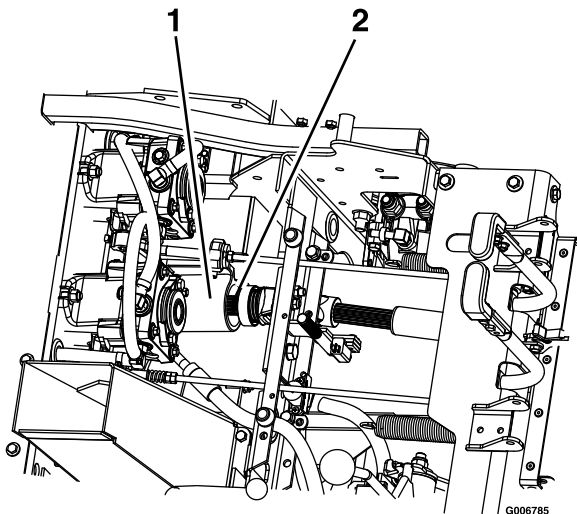

Figura 78
8. Sbloccate il sedile e scollegate l'albero di trasmissione, utilizzando il giunto ad accoppiamento rapido nel contralbero (Figura 78).
4. Installate l'albero motore sul contralbero (Figura 78).